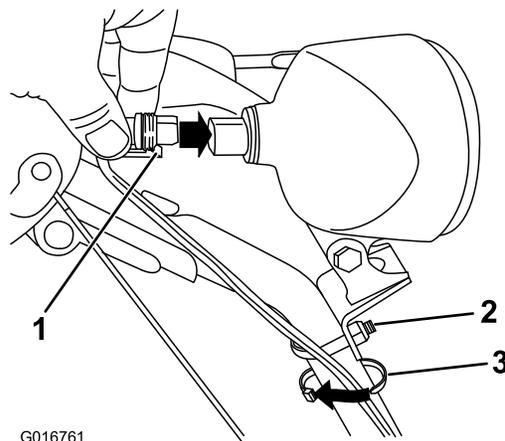

Figura 17
1. Inserite direttamente nel retro del faro il connettore situato sull'estremità allentata del cavo, finché non è saldo (Figura 17).
**Nota:** L'attacco in plastica sul connettore del cavo deve trovarsi in fondo (Figura 17).
2. Fissate una fascetta per cavi (nel sacchetto delle parti sciolte) attorno al cavo e alla stegola, circa 2,5 cm sotto il bullone a U (Figura 17).